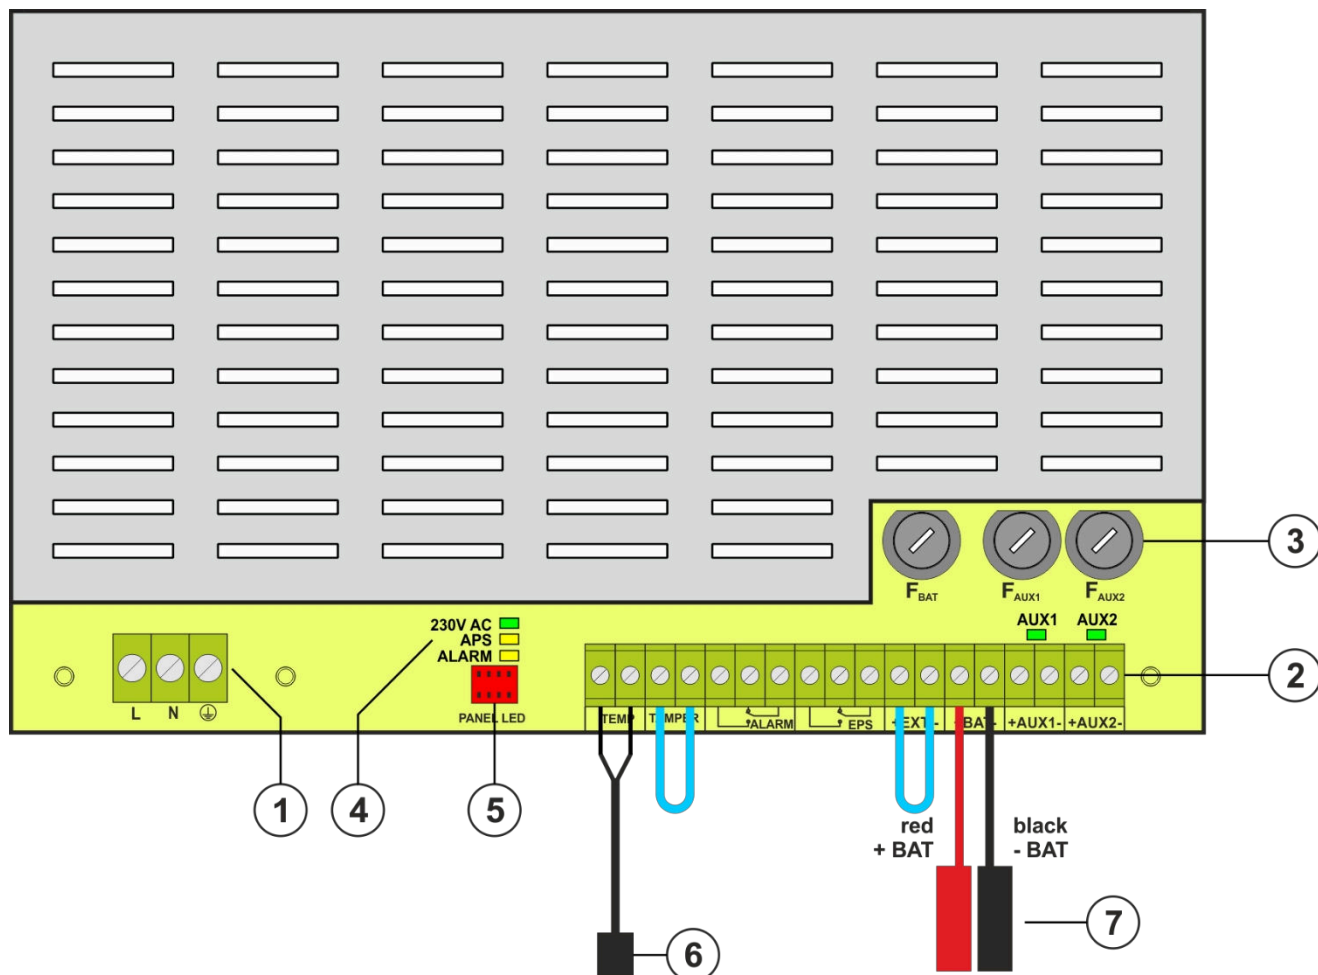

Fig. 2. Vue du module d'alimentation basé sur EN54C-2A7.
Tableau 1. Éléments du bloc d'alimentation (Fig. 2).
①	Connecteur d'alimentation 230 V avec une borne pour le raccordement d'un conducteur de protection
②	<p>Bornes :</p> <p>TEMP - entrée du capteur de température de la batterie</p> <p>TAMPER - entrée du micro-interrupteur d'autoprotection Entrée fermée = pas d'indication Entrée ouverte = alarme</p> <p>ALARME - sortie technique de la défaillance collective de l'unité d'alimentation - type de relais</p> <p>EPS - sortie technique d'indication de panne de courant alternatif ouvert = Panne de courant alternatif fermé = Alimentation CA - O.K.</p> <p>EXTi - entrée de défaillance externe Entrée fermée = pas d'indication Entrée ouverte = alarme</p> <p>+BAT- - bornes pour la connexion de la batterie</p> <p>+AUX1- - Sortie d'alimentation AUX1 (- AUX=GND)</p> <p>+AUX2- - Sortie d'alimentation AUX2 (- AUX=GND)</p> <p>ATTENTION ! Dans la figure 2, l'ensemble des contacts indique un état sans potentiel du relais, ce qui correspond à une coupure d'alimentation.</p>
③	<p>Fusibles :</p> <p>F_{BAT} - fusible dans le circuit de la batterie,</p> <p>F_{AUX1} - fusible dans le circuit de sortie</p> <p>AUX1, F_{AUX2} - dans le circuit de sortie</p> <p>AUX2,</p> <p>Les valeurs des fusibles sont indiquées dans le tableau 4 - "Paramètres électriques".</p>
④	<p>LEDs - indication optique :</p> <p>230 V AC - tension dans le circuit 230 V AC</p>
①	Bloc d'alimentation (Tab. 1, Fig. 2)
②	Capteur de température de la batterie
③	Connecteurs de batterie ; positif : +BAT= rouge, négatif : - BAT= noir
④	Un emplacement pour l'installation de modules supplémentaires
⑤	TAMPER ; micro-interrupteur (contacts) de protection anti-sabotage (NC)
⑥	Montage de la batterie
⑦	Embossage pour presse-étoupe
⑧	Embossage pour fils cachés
⑨	Serrure